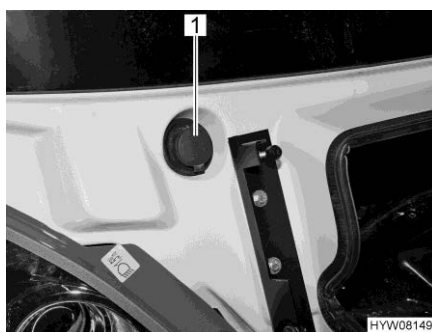

Fig. 39 Bocchettone di riempimento (contenitore dell'acqua di lavaggio)
- Rimuovere il coperchio (Fig. 39,1) del bocchettone di riempimento del contenitore dell'acqua di lavaggio.